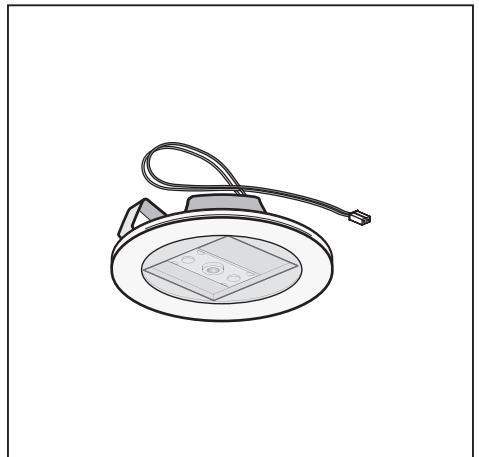

Fig.21
• Sostituzione delle lampade LED (Fig.21):